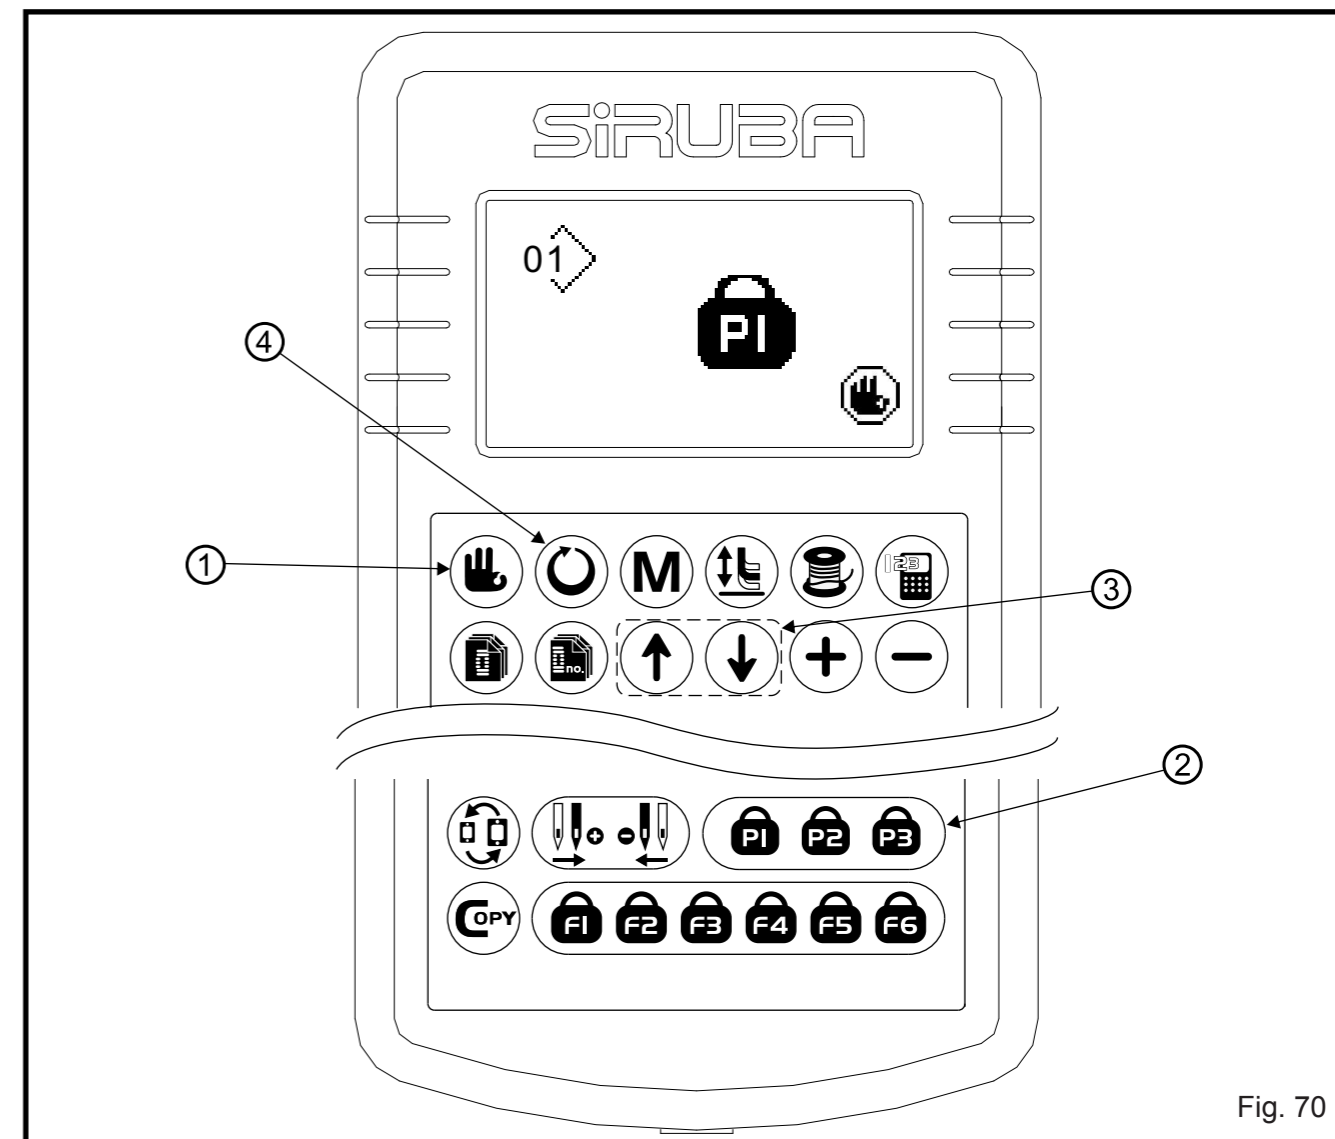

Fig. 70
- (1) Configure para o modo de entrada (Fig. 70)
- b. Quando a luz de fundo da tela LCD for verde (no modo de Costura), pressione a tecla Pronto ① para transferir para o modo de entrada.
- (2) Coloque no modo de registro de desenho Pressione a tecla Registro de desenho (P1 ~P3) ② que você deseja registrar. Depois de 3 segundos o modo de registro de desenho será visualizado.
- (3) Selecione o número do desenho
- a. Desta vez o número do desenho selecionado irá piscar. Pressione a tecla Seleção de item ③ para escolher o número do desenho que você deseja registrar
- b. Caso deseje apagar o desenho, use a tecla Seleção de item ③ para selecionar o ícone Lixeira.
- (4) Inicie o registro
- a. O desenho será registrado na tecla Registro de desenho ② depois que a tecla Pronto ① for pressionada. O modo retornará para o modo de entrada depois de 2 segundos.
- b. Caso você não deseje registrar, pressione a tecla Reinício ④ e a tela retornará para o modo anterior.